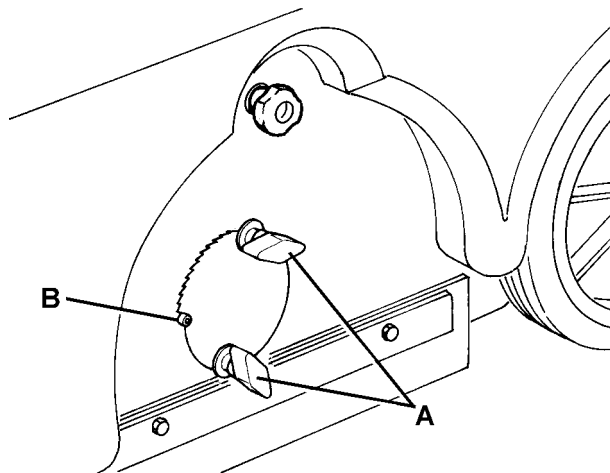
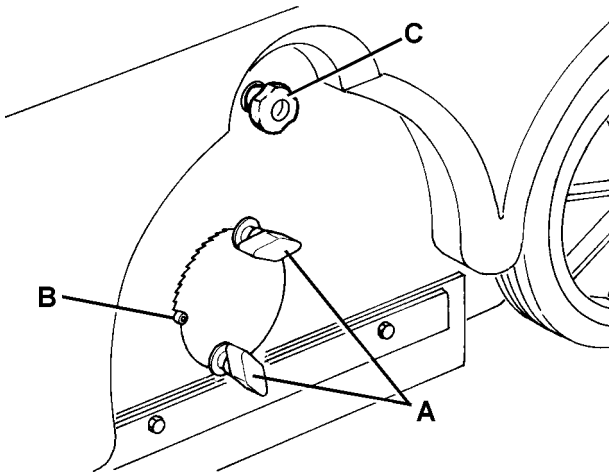

Abbildung 3
Abbildung 4
- Nur falls die Spur (A, Abb. 4) verschieden ist, soll die Höhe der Hauptkehrwalze eingestellt werden, wie es im folgenden Schritt 2 beschrieben ist.
2. Sicherstellen, dass die Maschine nicht selbstbewegen kann. Wenn verfügbar, die Pedalbremse (26) treten.
3. Den Zündschlüssel (61) auf „0“ drehen.
4. Die Knöpfe (A, Abb. 3) an beiden Maschinenseiten herausschrauben.
5. Durch Betätigen der Knöpfe (A, Abb. 3) den Zeiger (B) zur Einstellung der Höhe der Hauptkehrwalze auf beiden Maschinenseiten versetzen, dann die Knöpfe (A) einschrauben.
Der Zeiger (B, Abb. 3) soll an die gleiche Stellung auf beiden Maschinenseiten versetzt werden. Es wird eine größte Stellungsunterschied von zwei Kerben vorgelassen, um die Spur (A, Abb. 2) von 2 bis 4 cm zu erreichen, wie im Schritt 1 bestimmt ist.
1. Die Maschine auf einen flachen Boden bringen und, wenn verfügbar, die Pedalbremse (26) treten.
2. Den Zündschlüssel (61) auf „0“ drehen.
3. Die Knöpfe (A, Abb. 4) an beiden Maschinenseiten herausschrauben.
4. Die Zeiger (B, Abb. 4) zur Einstellung der Höhe der Hauptkehrwalze versetzen, um die Höchstbodenfreiheit zu erreichen. Die Knöpfe (A, Abb. 4) einschrauben.
5. Die Haube (7) öffnen.
6. Auf der linken Seite der Maschine den Knopf (C, Abb. 4) herausschrauben.
13. Den Knopf (C, Abb. 4) einschrauben.